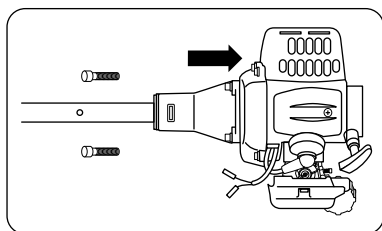

рис. 3
9. Установите штангу в сборе на двигатель, используя четыре винта (рис. 3). При этом выходной вал редуктора и бензобак должны располагаться с одной стороны.